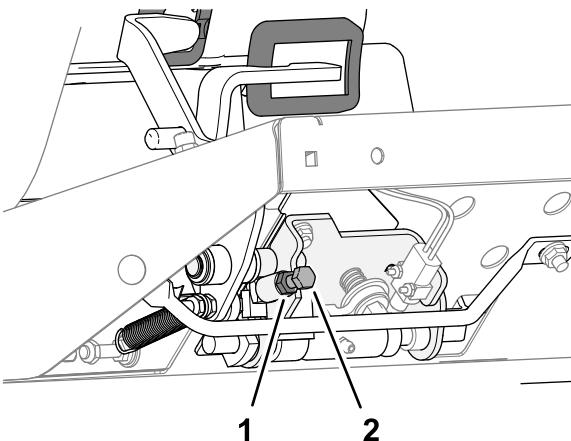

Figure 80
- Pour réduire la vitesse de tonte, tournez la vis de butée (Figure 80) dans le sens horaire.